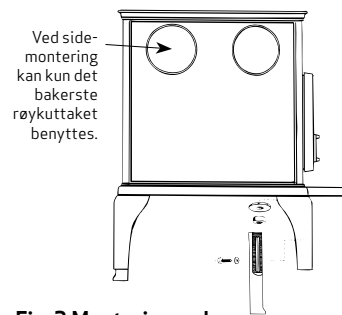

Fig. 3 Montering av ben og høydejustering.
3. Monter bena som vist på fig. 3. Bena er justerbare fra 230-300 mm.